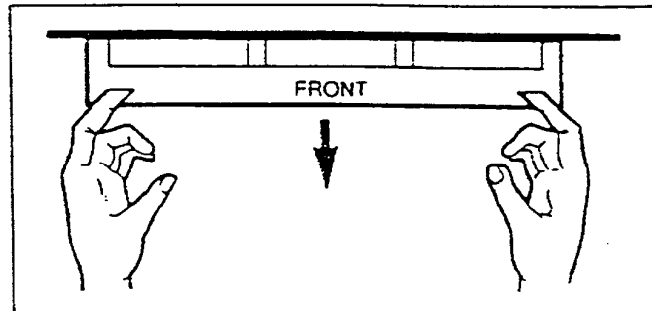

Abb. 5 - Filterausbau
2. Gerätefilter sauber halten. Normalerweise sollte der Filter alle 30 Tage gereinigt werden. Der Filter nimmt Schwebstoffteilchen auf. Eine häufigere Reinigung kann je nach Raumluftqualität erforderlich sein. **Filterausbau:** Finger in die Öffnungen unten an beiden Seiten des Filterrahmens stecken (siehe Abb. 5). Finger nach innen zur Mitte hin drücken und dabei Filter nach unten herausziehen. Zum Einsetzen des Filters in umgekehrter Reihenfolge vorgehen. Filter vorsichtig absaugen oder von Hand in warmem Wasser auswaschen. Gründlich trocknen und durch Einschieben hinter dem Frontgitter nach oben wieder einsetzen.